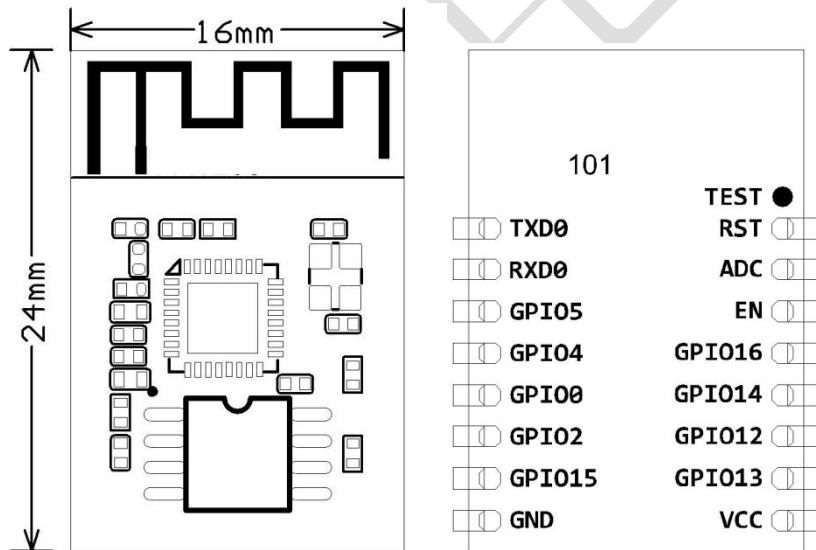

图 2 ADA35WF 尺寸图 (BOMTTOM LAYER)
ADA35WF 尺寸大小：16mm (W)×24mm (L) ×3.5mm (H)。ADA35WF 尺寸图如图 2 所示：